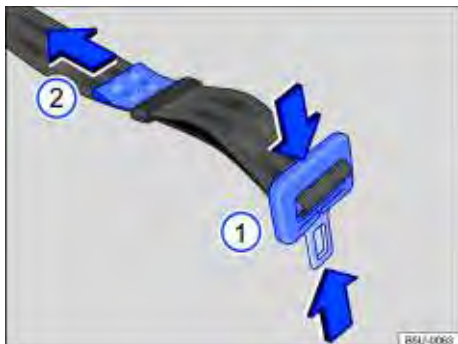

Fig. 56 Ajustar o cadarço do cinto de segurança subabdominal.
- Pressionar a lingueta na direção das setas $\Rightarrow$ Fig. 56  e alongar totalmente o cinto de segurança.